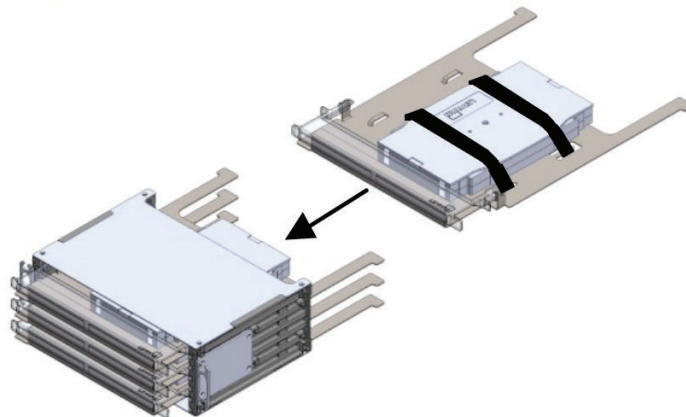

Figura 16
- 5.6.3 Deslice cada bandeja hacia adelante hasta que las pestañas de montaje de la ventana de la etiqueta estén accesibles (Figura 16).